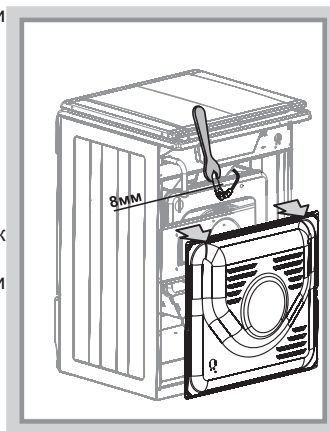

Рис.21
- при помощи ключа выкрутить и заменить сопло (рис.21).